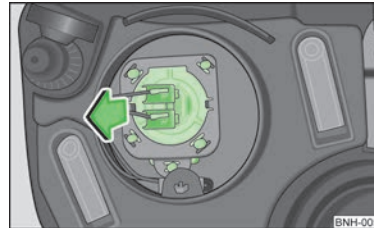

Abb. 127
- Den Stecker mit der Glühlampe mit Wackelbewegungen in Pfeilrichtung herausziehen » Abb. 127.